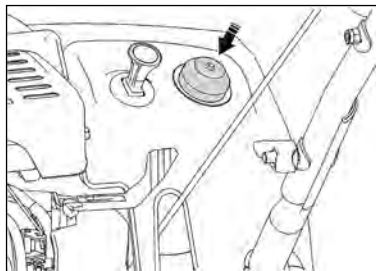

Рис. 11
5. Нажмите 3 раза на кнопку праймера (рис. 11).